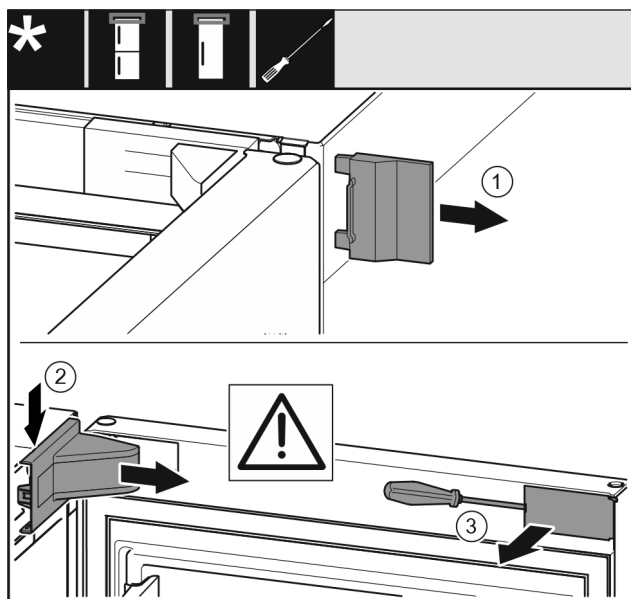

Fig. 8
- Зніміть зовнішню кришку Fig. 8 (1).
- Від'єднайте та зніміть кришку опорного кронштейна Fig. 8 (2).
- За допомогою шліцевої викрутки звільніть від фіксатора та поверніть убік накладку Fig. 8 (3).